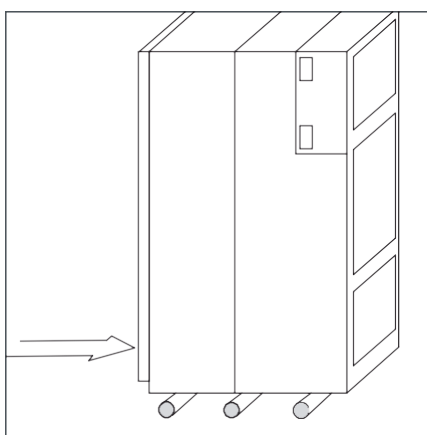

Fig. 5.3
- Glisser la cellule sur trois rouleaux cylindriques (diamètre minimal 30 mm) (Fig. 5.3).